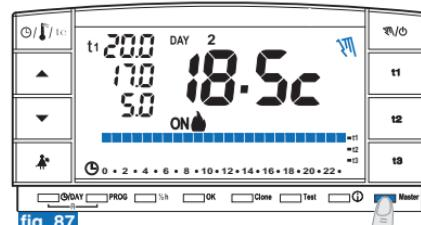

fig. 87
- Premere brevemente il tasto “Master”; sul display scompare la scritta Master: il cronotermostato rimane in funzionamento “manuale permanente” e le zone assegnate al master tornano sotto il controllo dei rispettivi trasmettitori (esempio in fig. 87).